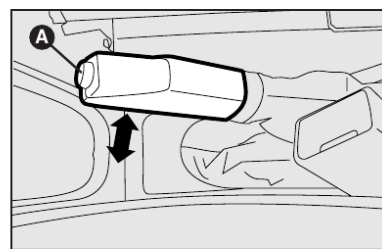

fig. 1
FREIO DE MÃO fig. 1
1) Levantar levemente a alavanca e apertar o botão de desengate **A-fig.1**.
2) Manter apertado o botão e abaixar a alavanca. A lâmpada-piloto (C) apaga-se.